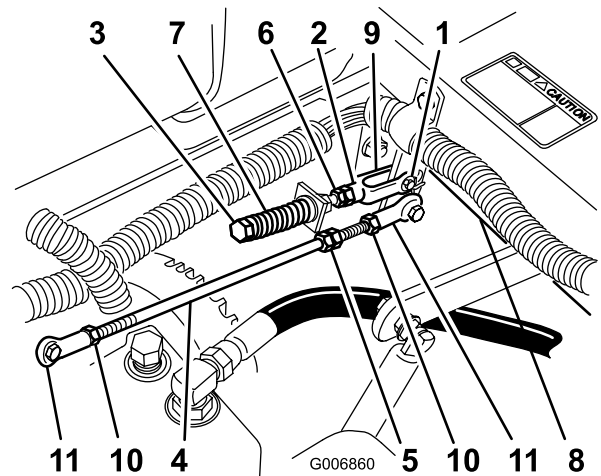

Figura 58
8. Si es necesario un ajuste, afloje la tuerca y la contratuerca contra la horquilla (Figura 58).
9. Aplique una ligera presión hacia atrás en la palanca de control de movimiento, gire la cabeza del perno de ajuste en el sentido apropiado hasta que la palanca de control esté centrada en posición de bloqueo/punto muerto (Figura 58).
10. Apriete la tuerca y la contratuerca (Figura 58).